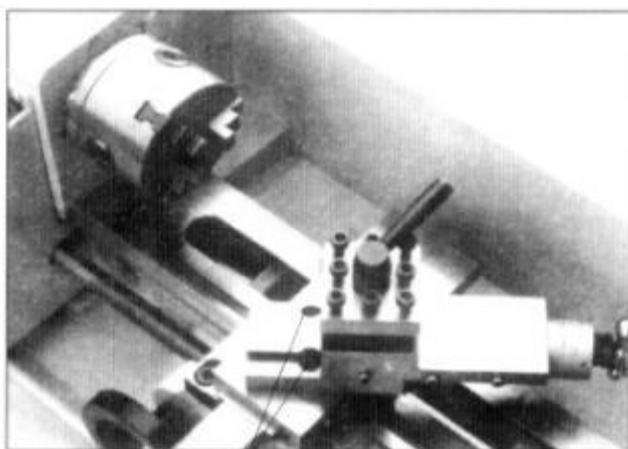

Рис. 8 Регулирование крестового суппорта
Ослабьте два винта, как показано на рис. 8 (A). После получения нужного угла обязательно затяните их.